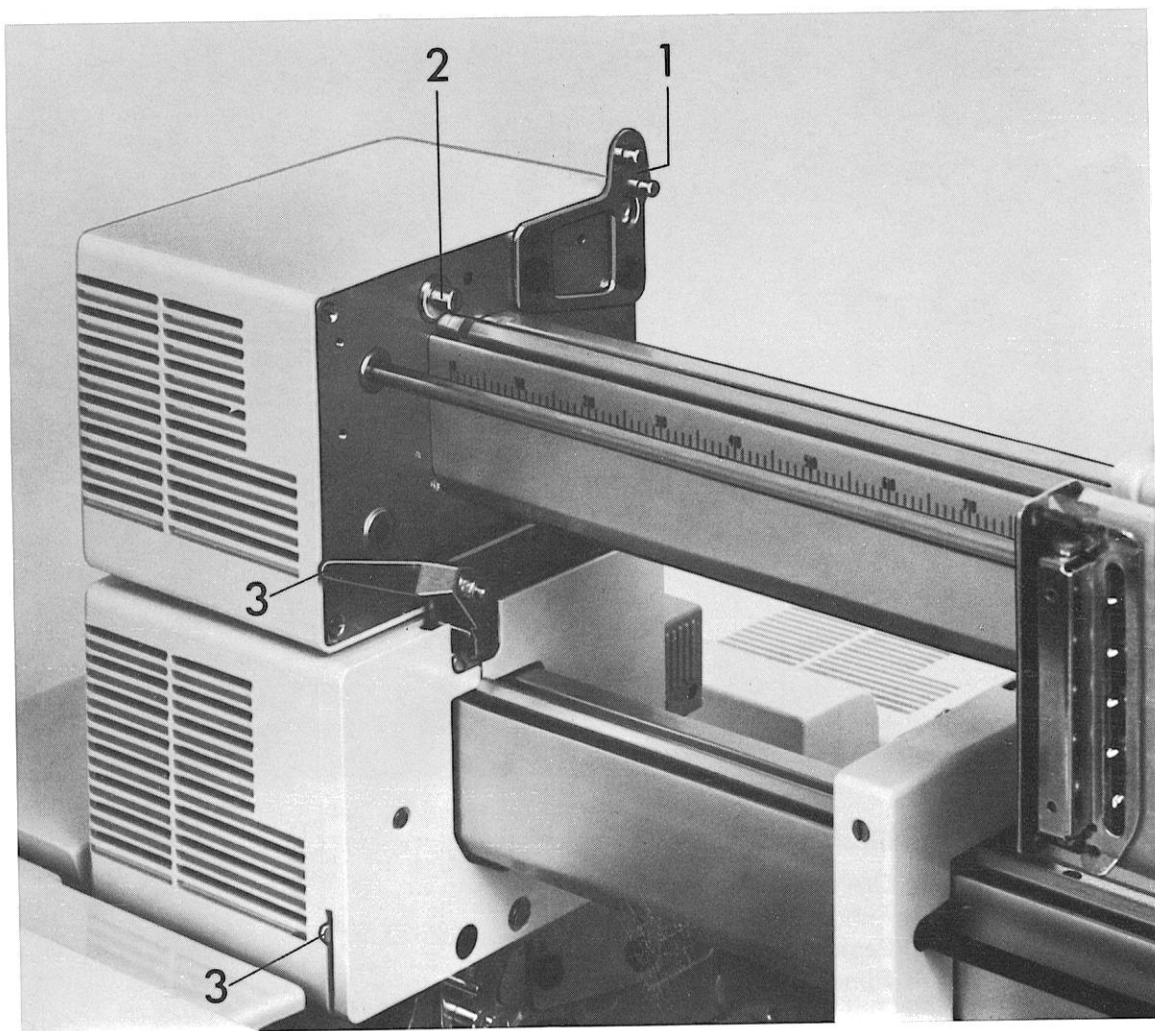

Abb. 15 EFE, Befestigungselemente
Oberhalb jeder EFE, auch an der MKE und am Maschinentisch, sind Lagerplatten (1) Abb. 15 angebracht, auf welche eine EFE aufgesetzt werden kann.
Die Bedienungselemente sind aus Abb. 15 ersichtlich.